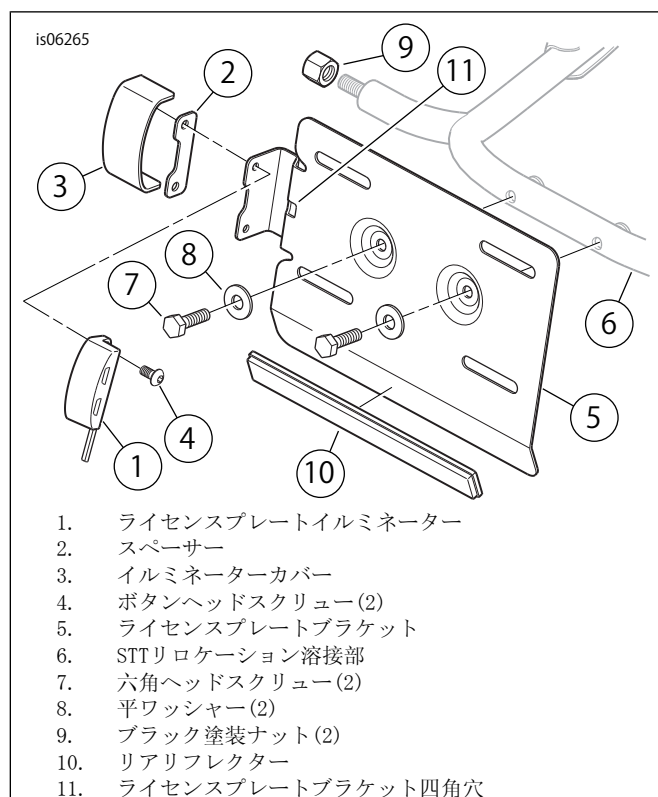

図1. ライセンスプレートイルミネーターの取り付け
2. 図1を参照。図の順序で、イルミネーター(1)、スペーサー(2)、カバー(3)をライセンスプレートブラケット(5)に組み立て、スクリュー(4)をしっかりと締めます。
2. 図1を参照。ライセンスプレートイルミネーターワイヤーコンジットを、ライセンスプレートブラケットの左側の四角い穴(11)に送ります。